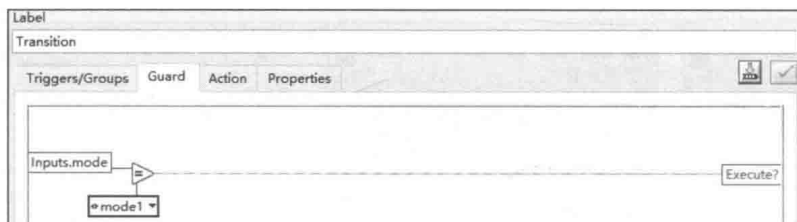

图 12-111 转移保护的设置
step 2 输入数据中定义了布尔数组和枚举类型用来选择模式。新定义两个触发源 start 和 stop。start 用来触发启动状态到其他状态的转移。由于 start 可以向三个状态转移，所以必须对转移加以保护，使之转移到正确的状态，如图 12-111 所示。